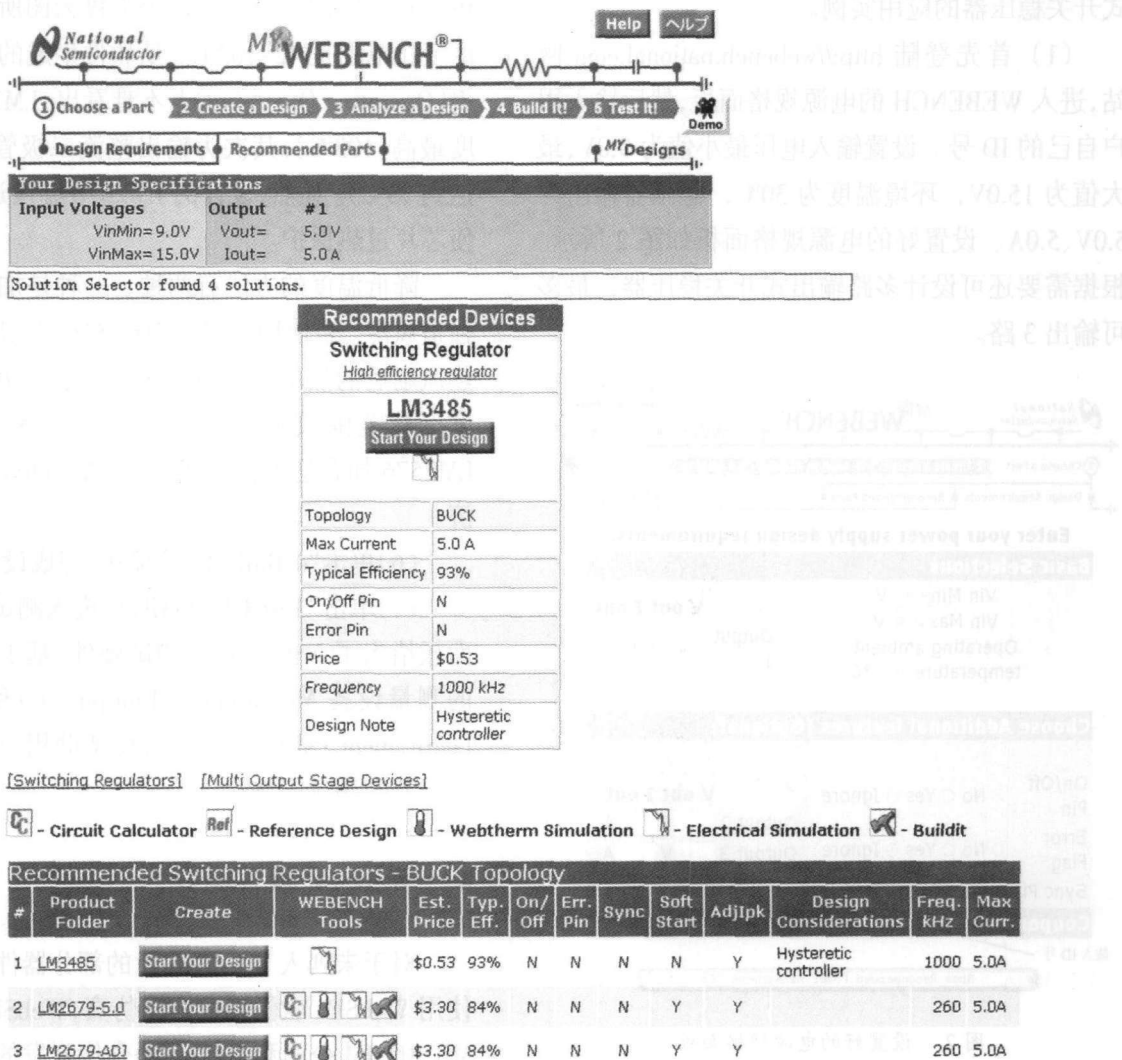

图 3 选择好的电源管理芯片面板
(2) 单击屏幕下边的“Show Recommended Power Management ICs”按钮,显示出推荐的电源管理芯片,首选为 LM3585 型降压式开关稳压器。由于 WEBENCH 只能对 LM3585 进行电路仿真()而对 LM2679-5.0 能做电路仿真和热仿真(),因此从推荐的其他电源管理芯片表格改选 LM2679-5.0 (软件在设计过程中表示为 LM2679)。选择好的设计规格面板如图 3 所示。